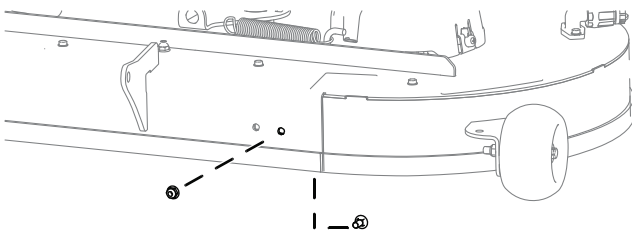

Figure 2
2. Fixez le côté gauche du déflecteur sur le tablier à l'aide d'un boulon de carrosserie (5/16 x 3/4 po) et d'un écrou à embase (5/16 po), comme montré à la Figure 2. Serrez les fixations à la main.